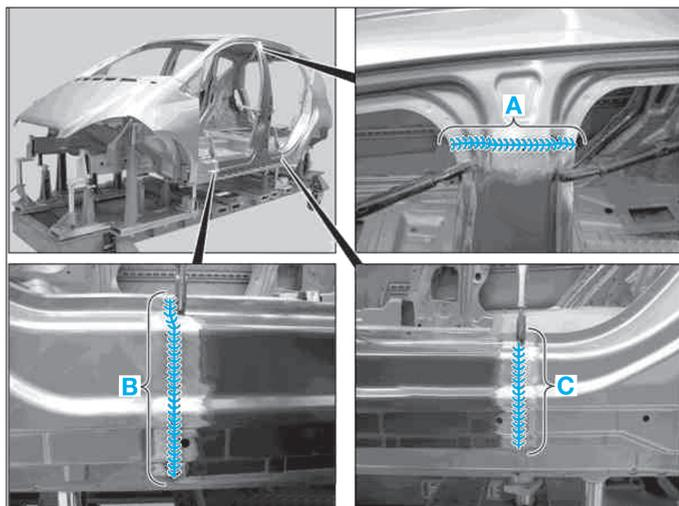

FIG. 80
- Riveter la partie extérieure du montant B (rivet Polygrip à tête plate, tête ronde de Ø 6,4 x 14 mm) dans la zone (H).
- Souder la partie extérieure du montant B, zones (A), (B) et (C) (Fig.80).